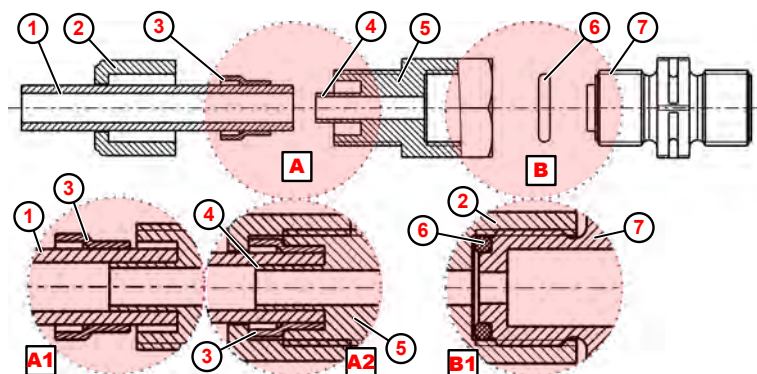

Fig. 7: Conexión de manguera y de tubo con manguito de apoyo integrado
1. ➤ Colocar la junta tórica (Fig. 7 , ⑥) en la ranura de la válvula de descarga o aspiración ⑦ .
2. ➤ Apretar la unión roscada ⑤ (detalle B1) .
3. ➤ Realizar un corte recto en la manguera ① .
4. ➤ Empujar la tuerca de unión ② sobre la manguera ① .
5. ➤ Empujar el anillo de apriete ③ sobre la manguera ① .
6. ➤ Empujar la manguera ① hasta el tope del manguito de apoyo ④ (detalle: A1) .
7. ➤ Apretar la unión roscada ⑤ (detalle A2) .